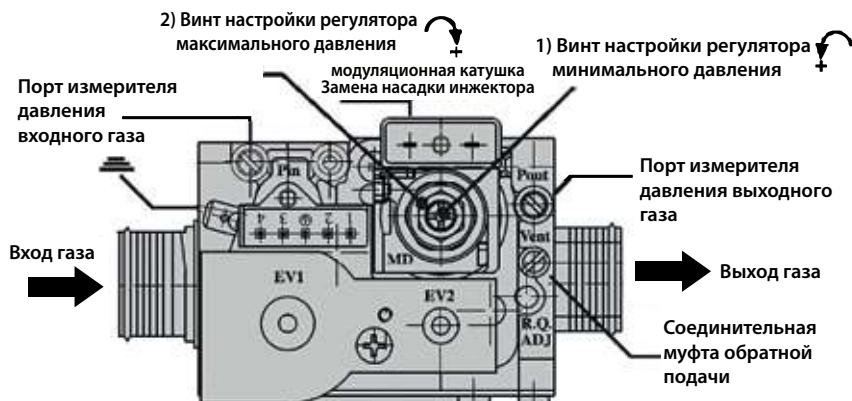

Рис. 24
- В отверстие (Ø9 мм) измерителя давления газа на выходе, установить манометр U (Рис. 24),
- Сняв защитный колпачок с регулировочного винта, показывающего максимальное давление газа, обозначенном под номером "2" на рис. 24, медленно повернуть винт по часовой стрелке для увеличения подачи газа на горелку, против часовой стрелки – для уменьшения.
- В отверстие (Ø9 мм) устройства для измерения давления газа на выходе, установить манометр U (Рис. 24).
- Регулировочный винт регулятора минимального давления, показанного на рис. 24 под номером "1", повернуть по часовой стрелке для уменьшения подачи газа и против часовой